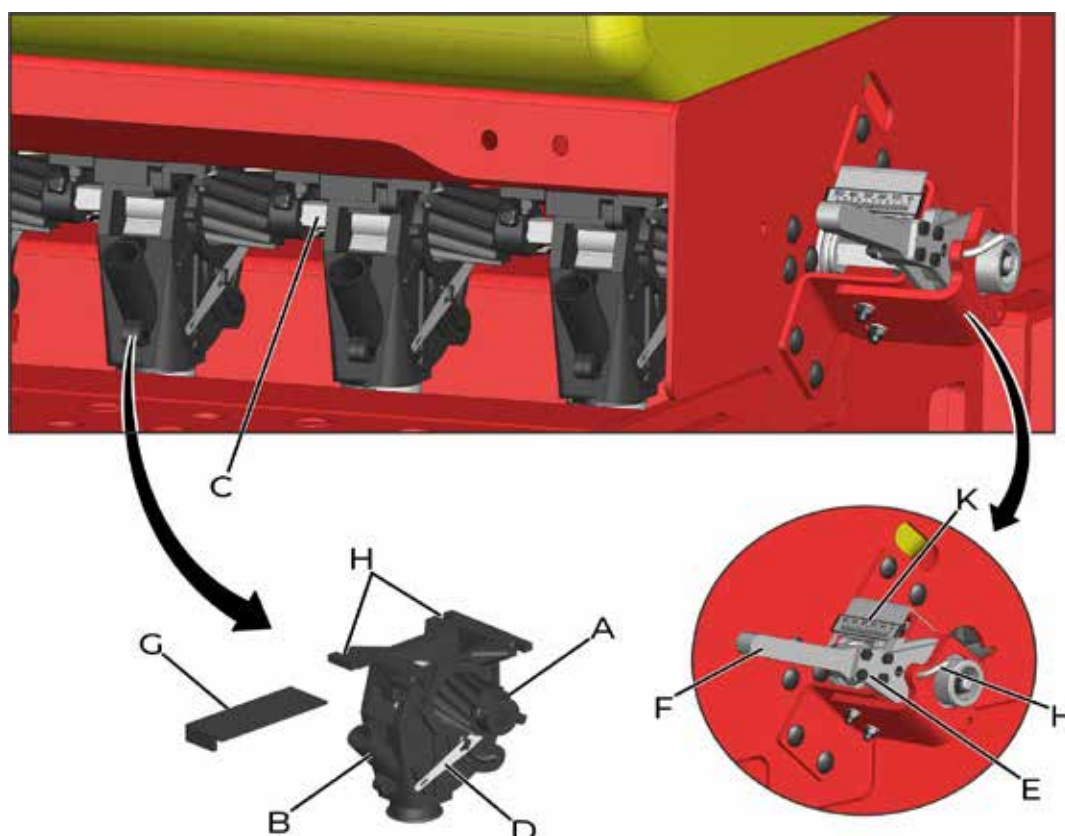

fig. 10
A distribuição de sementes é realizada por um rotor acanalado (A) (fig. 10), montado em uma caixa distribuidora (B), o qual é acionado por um eixo quadrado (C), com a possibilidade de deslizamento sobre esse eixo, determinando uma maior ou menor quantidade de sementes a ser distribuída.
Para evitar perdas de sementes quando transportar a semeadora para outra área, feche todas as tampas (G) (fig. 10) das caixas distribuidoras.
Na base de fixação das caixas distribuidoras, há furos alongados (H) (fig. 10), para o deslocamento da mesma lateralmente e são fixados de tal forma que, quando a regulagem está fechada, posição zero da escala (K), todos os rotores também deverão estar igualmente fechados, proporcionando a mesma vazão em todas as caixas e rotores.